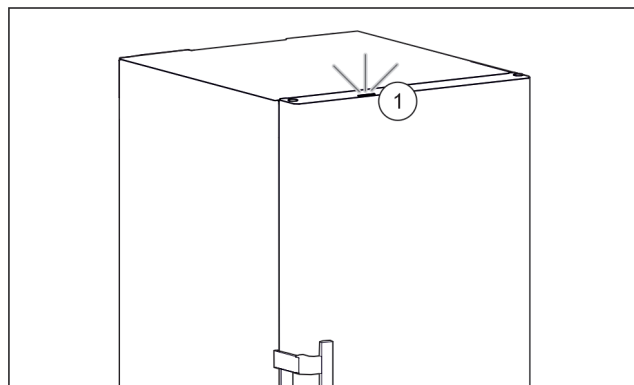

Fig. 61 Drita aktive e statusit me derën e mbyllur
- Drita e statusit Fig. 61 (1) aktivizohet.